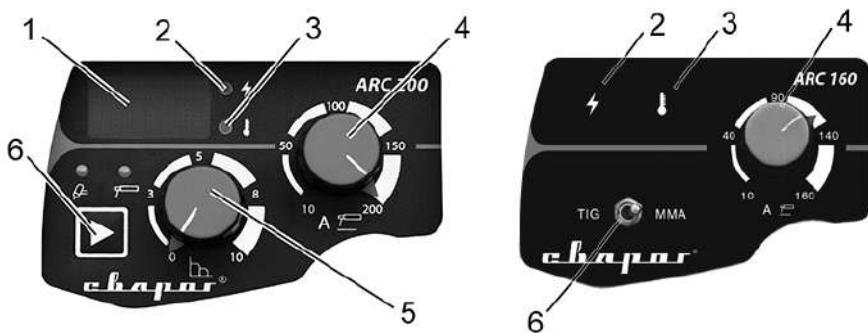

Рис. 7.1. Панель.
- Включите режим MMA на передней панели сварочного аппарата(п. 6, рис. 7.1).
6. Выберите режим TIG сварки (п. 6, рис. 7.1).